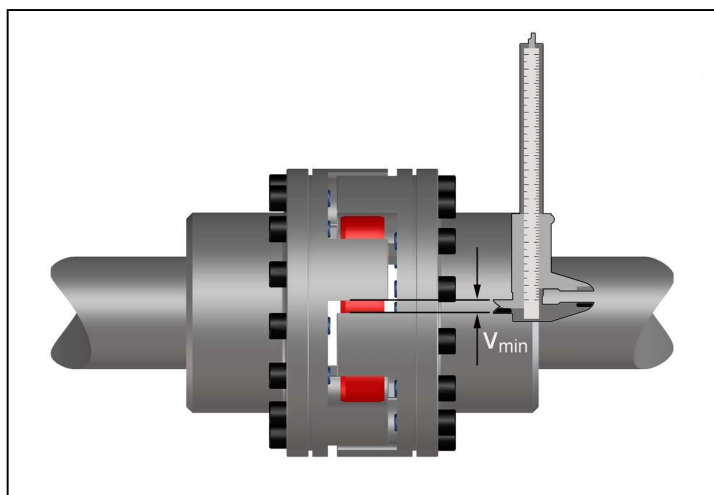

Bild 12
- Messen Sie gemäß Bild 12 den Klauenabstand „V“ in Umfangsrichtung über den Puffern, an denen beidseitig die Klauen anliegen. Die benachbarten Puffer haben dabei keinen Klauenkontakt.